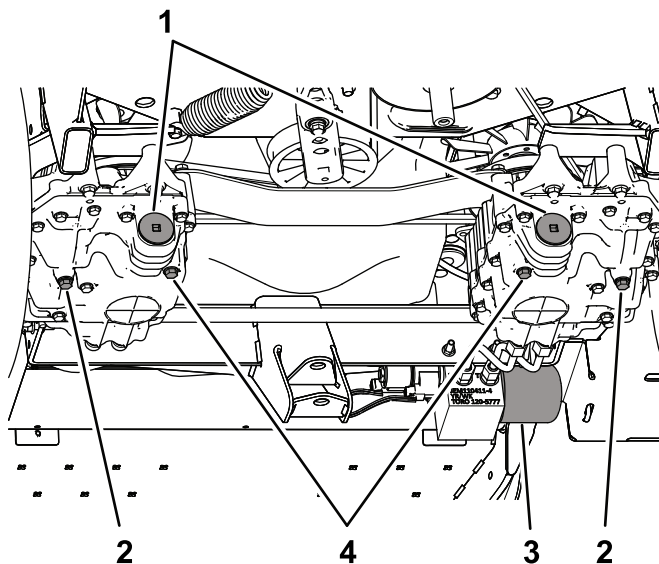

Figura 69
3. Rimuovete il tappo di spurgo sul lato della pompa e il tappo di spurgo sul lato del cambio (Figura 69) e lasciate defluire completamente l'olio.